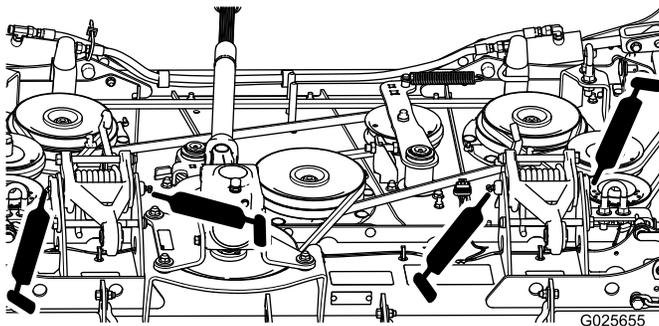

Figura 12
- Uniões da plataforma (5) (Figura 12)